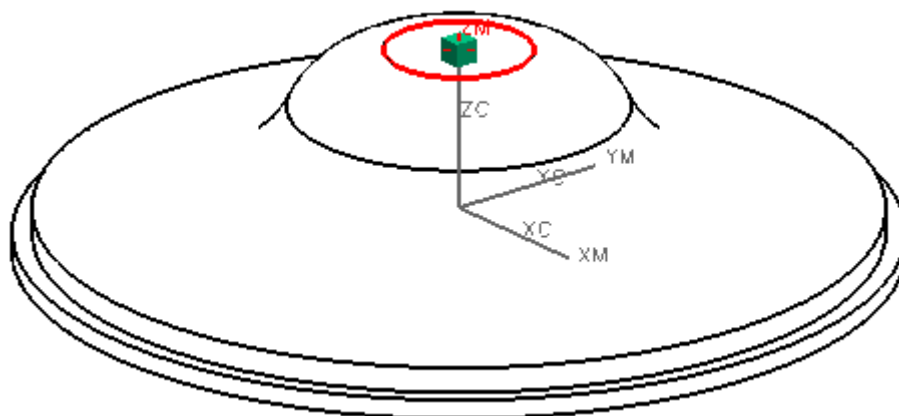

图 6-45
- 在图 6-44 中，单击点构造器，选择如图 6-45 所示的圆心作为螺旋中心，单击 OK。